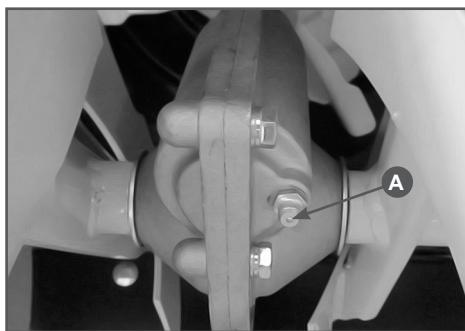

Рис.21 Обслуживание редуктора
Добавляйте смазку в редуктор через масленку (A) Рис.21 специальным шприцем (в комплект поставки не входит) каждые 50 часов работы.